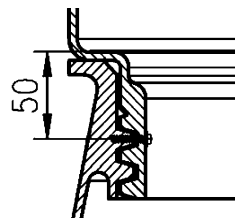

FIG. 12
- Dopo aver avvitato l'estensione, si raccomanda di impedirle di allentarsi usando le viti fornite: praticare un foro $\varnothing 3$ mm nella zona di filettatura dell'estensione e del serbatoio, quindi avvitare (vedi FIG. 12 qui sotto).